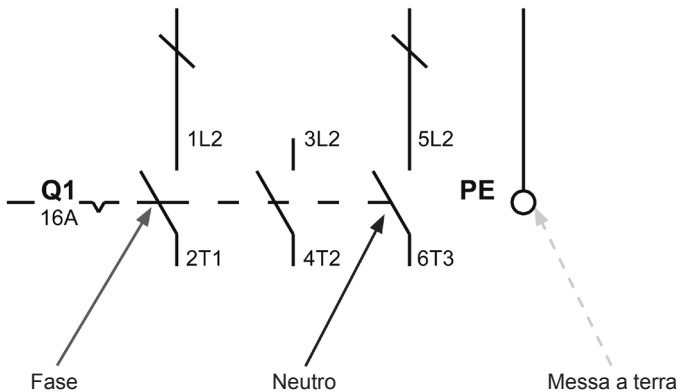

Fig. 2
L'alimentazione elettrica è collegata direttamente al sezionatore in entrata nel pannello di controllo del lato primario (illustrato con il coperchio IP2X rimosso) e al terminale di massa principale, come mostrato nella Fig. 2.
- Controllare tutti i collegamenti elettrici accertandosi che rispettino lo schema di cablaggio (Paragrafo 3.3, Fig. 2).